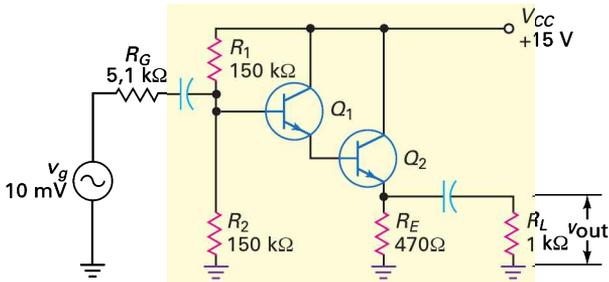

Figure 9.31
9.20 Si la paire Darlington de la figure 9.31 possède un gain en courant total égal à $5\,000$, que vaut l'impédance d'entrée de la base de Q_1 ?
9.21 D'après la figure 9.31, que vaut la tension d'entrée AC sur la base de Q_1 si la paire Darlington possède un gain en courant total égal à $7\,000$?
- 9.40** À la figure 9.31, si les deux transistors ont un β de 100, quelle est approximativement l'impédance de sortie de l'amplificateur ?